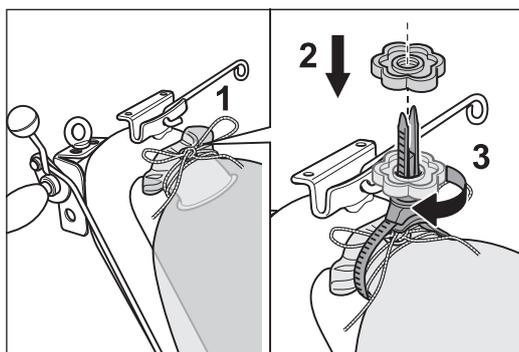

Fig. 6 Montaje sin arrugas del saco del polvo con el cordel y el MultiClip.
- 6 Sujete el saco del polvo firmemente con el cordel y el MultiClip a final del tubo guía y durante el montaje asegúrese de que no se cierre la abertura del tubo guía (Fig. 6).